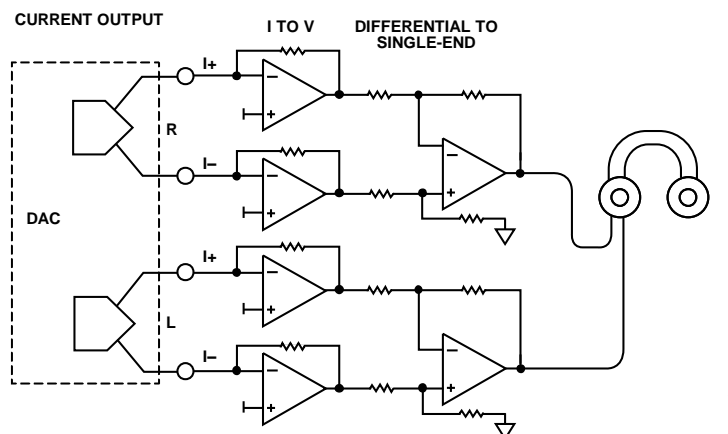

図 41. 電流出力 DAC の構成
電流出力構成の場合は、R チャンネルと L チャンネルの差動電流信号を差動電圧信号に変換する電流／電圧変換 (I-V) 回路を実装し、その後段に差動アンプ回路を配置します (図 41 参照)。
最高の THD + N 性能を実現するには、通常、電流出力型のオーディオ DAC が使用されます (図 41 参照)。電流モードの信号コンディショニングを行うには、6 個のアンプと多数の受動部品が必要になり、PCB 面積と消費電力が増えます。面積の増加と電力の消費は、携帯電話アプリケーションで考慮すべき重要な要素です。
代表的な電流出力 DAC のシグナル・チェーン (図 41 参照) では、4 個のアンプが I-V 回路として構成されています。非反転入力 (I+) は DAC の出力コモンモード・レベルである DC 電圧に接続され、I+/I- 端子の電圧を DC 信号にします。この信号が流れると、DAC 内部の 2 個の信号源抵抗 (Rs1 と Rs2) での電圧降下が同じになり、DAC が最良の歪み性能を発揮します。
- SSM6322 の回路は、代表的な電流出力 DAC のシグナル・チェーンとは異なります（図 41 参照）。差動 I-V 変換を実行するオペアンプは 1 個しかありません。非反転の接地抵抗両端の電力は固定されますが、帰還抵抗両端の電力は出力信号によって変化します。このばらつきによって、2 個の抵抗間にミスマッチが生じ、熱を十分に放熱できない場合は歪みが生じます。この状況为了避免するために、低ドリフト（25 ppm/°C）の金属皮膜抵抗または薄膜抵抗を推奨します（図 46 参照）。